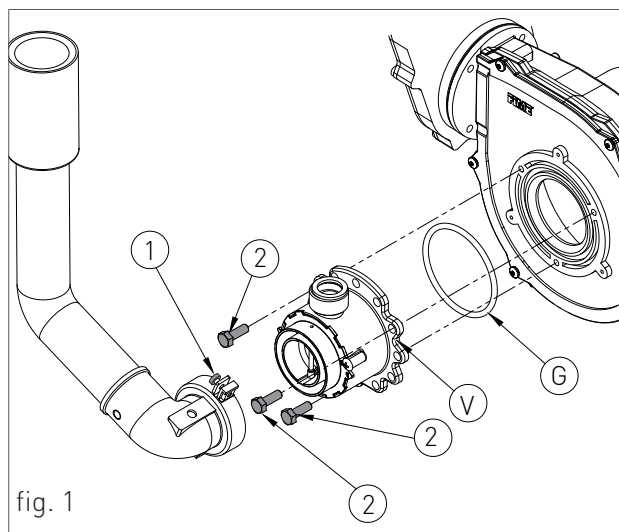

fig. 1
- › svitare le tre viti di fissaggio '2' (fig.1) del venturi 'V' (fig.1) con una chiave da 10, tipo come in figura 2;
- › sostituire il venturi con quello adatto al tipo di gas di rete (cod. 30-00124 per metano), e rimontare i componenti procedendo in senso inverso rispetto alle operazioni di smontaggio assicurandosi che venga rimontata la guarnizione 'G' come in fig.1;